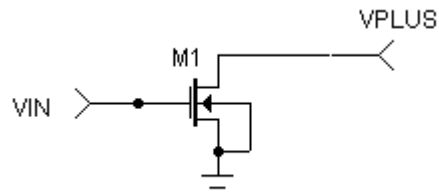

Рис. 7.1
**РЕШЕНИЕ.** Задача состоит в получении семейства зависимостей тока стока МОП-транзистора от напряжения исток-сток при пяти значениях напряжения на затворе. Построение схемы (рис. 7.1) начинается выбором позиции *Schematic* на форме, появившейся по команде *File>New* (создать). Выбираем n-МОП-транзистор последовательностью команд *Component>Analog Primitives>Active Devices>NMOS* и щелчком мыши размещаем в поле чертежа. Не отпуская левой кнопки, нажимаем на правую последовательно до тех пор, пока изображение транзистора не примет нужную ориентацию. Поскольку конкретный тип транзистора не задан, называем модель по своему усмотрению, например, M1. В окошки нижней части формы вписываем заданные значения соответствующих параметров. Нажав кнопку ОК, можем убедиться в том, что параметры модели определены верно, для чего нажимаем кнопку вывода описания моделей схемы в текстовую страницу *Text* (№ 16 табл. 1.1) и просматриваем ее содержимое. Далее необходимо задать напряжения исток-сток и исток-затвор, для этого можно заземлить исток и применить два компонента *Fixed Analog* (заземленные источники постоянного напряжения, п. 6.3) с именами VIN и VPLUS (атрибут PART). Вывод подложки также заземляется для предотвращения прямого смещения p-n-переходов подложка-исток и подложка-сток.